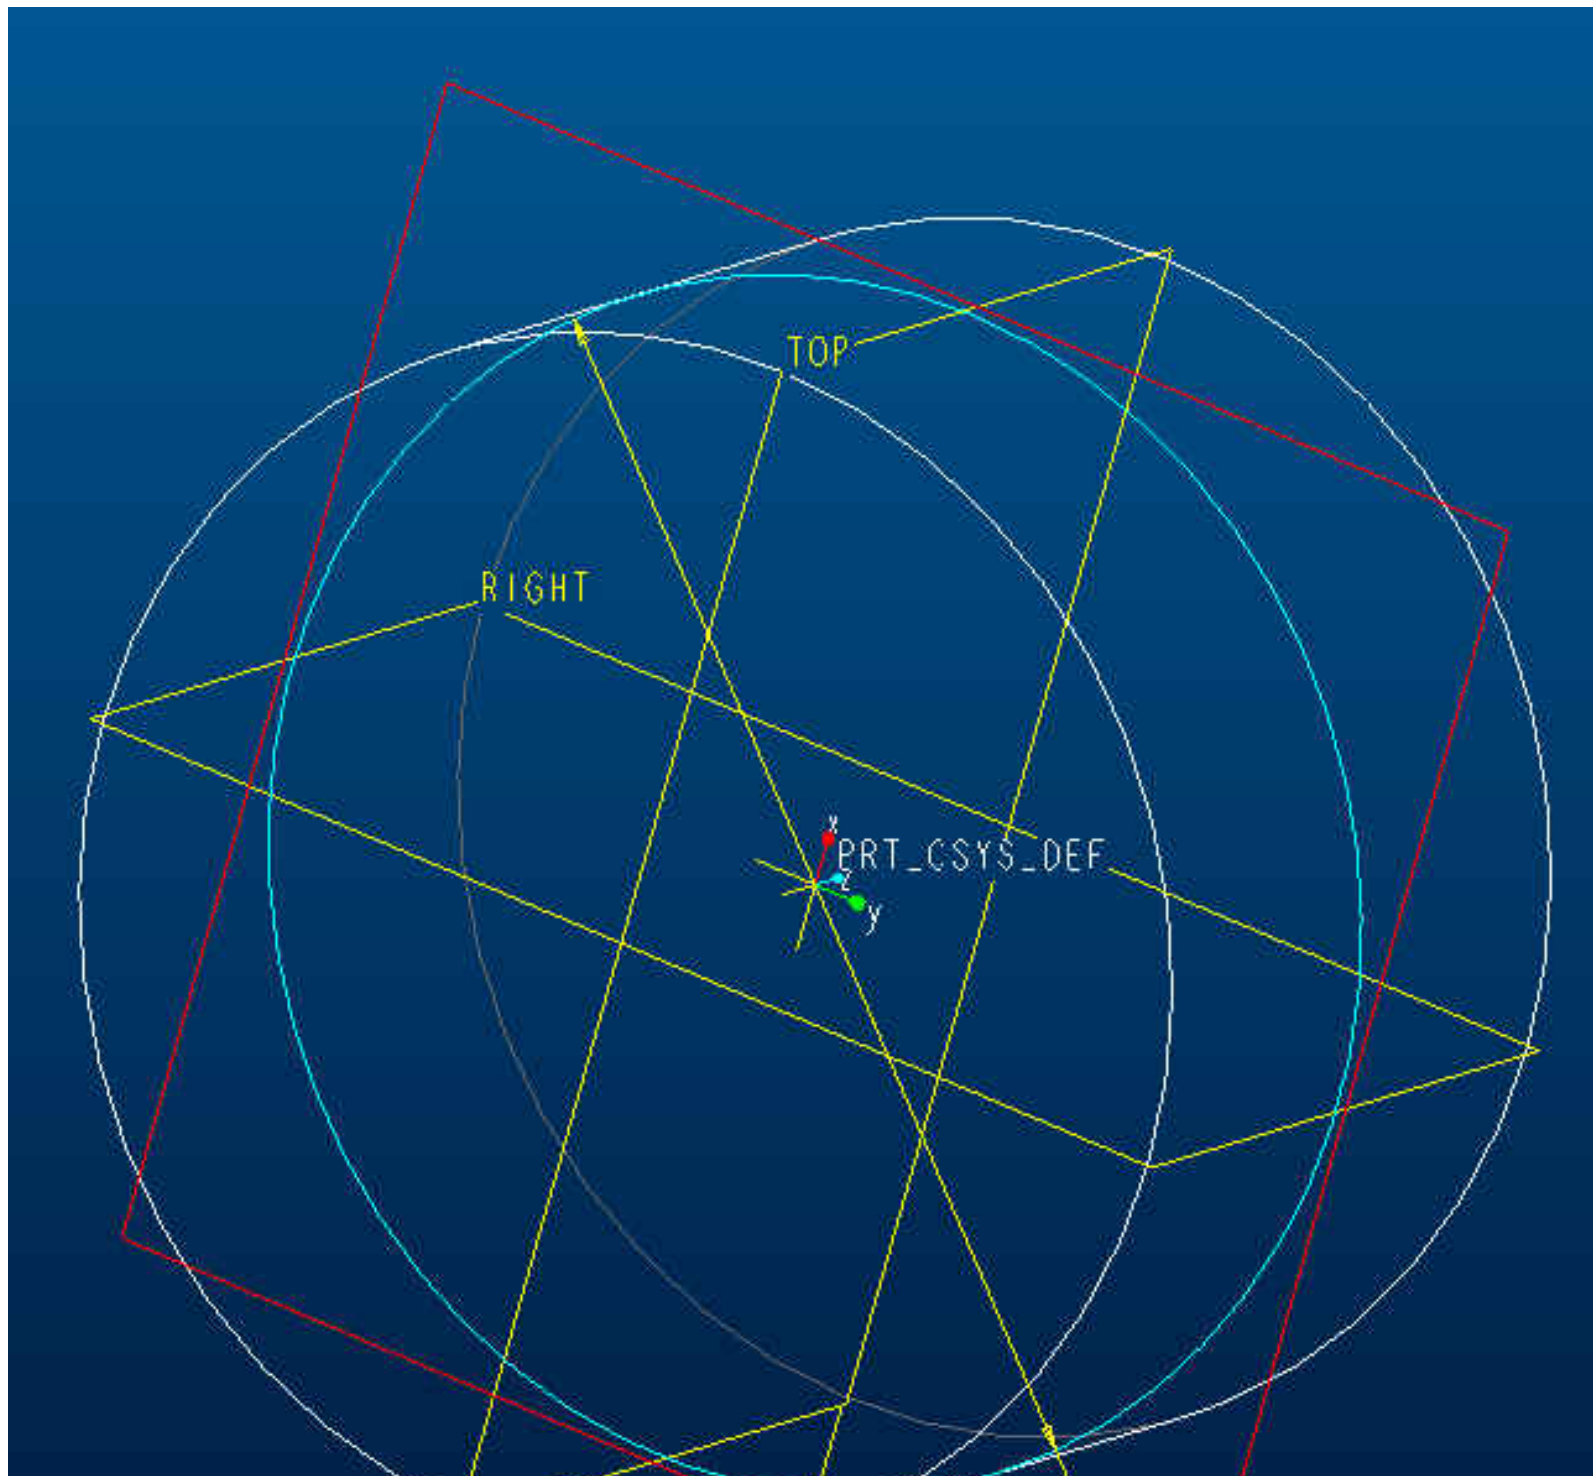

Abbildung 1
3. Erzeugen des Fußkreiszyllinders (Abbildung1)